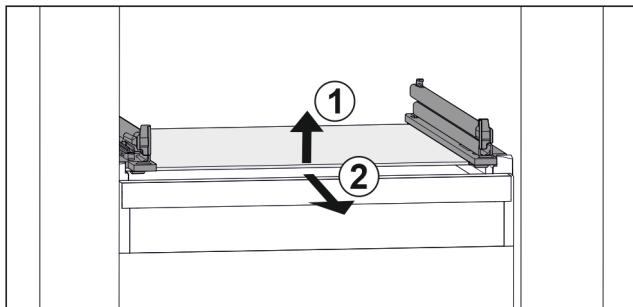

Fig. 87 Примерно изображение на стъклената плоча
- Повдигнете стъклената плоча отпред. Fig. 87 (1)
- Извадете стъклената плоча напред. Fig. 87 (2)